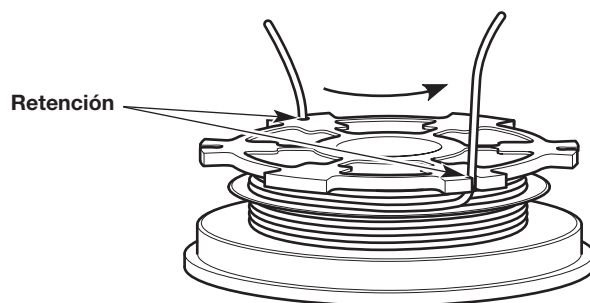

Fig. 23
3. Inserte los dos extremos de 6 pulgadas dentro de las dos ranuras de retención de .095 (Fig. 23).
4. Inserte los dos extremos de 6 pulgadas dentro de las dos ranuras de retención de .095 (Fig. 23).